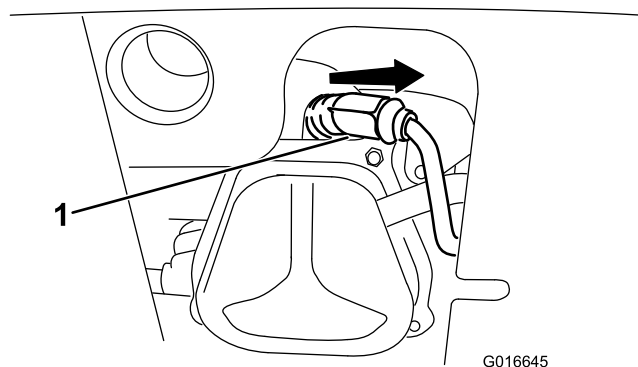

Figure 37
- Enlevez le capuchon (Figure 37).